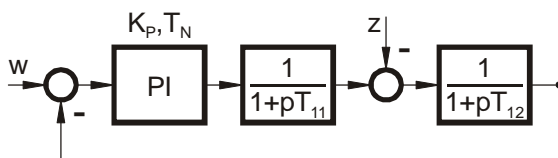
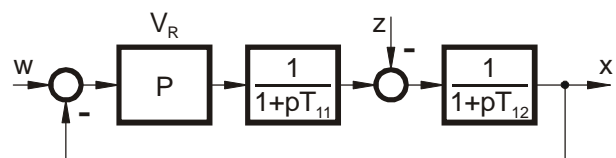
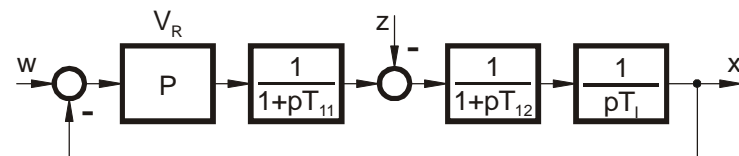

Bild 1
Bild 2
Bild 3
- Bestimmung der Regelverstärkung  $V_R$  für eine Phasenreserve von  $65,5^\circ$  für den Regelkreis nach Bild 2 in allgemeiner Form und Berechnung für die Parameter:
- Bestimmung der Regelverstärkung  $V_R$  für eine Phasenreserve von  $65,5^\circ$  für den Regelkreis nach Bild 3 in allgemeiner Form und Berechnung für die Parameter:
**Hinweis:** Die ermittelten Gleichungen zur Berechnung der Regelverstärkungen nach Bild 2 und Bild 3 werden für die Versuchsdurchführung benötigt!
Bestimmen Sie die bleibende Regelabweichung  $R_{1w}$  für die Regelkreise nach Bild 1 und 2 in allgemeiner Form.
Bestimmen Sie die bleibende Regelabweichung  $R_{1z}$  für die Regelkreise nach Bild 1 und Bild 3 in allgemeiner Form.
Untersuchung der Regelkreise nach Bild 1 mit  $K_P = 5$  und  $T_N = 100$  ms, und nach Bild 2 und Bild 3 mit den berechneten Werten  $V_R$  durch Aufschaltung der Führungsgröße  $w$  (Sprunghöhe 1 V) und Messung der Regelgröße  $x$
Untersuchung der Regelkreise nach Bild 1 mit  $K_P = 5$  und  $T_N = 100$  ms, und nach Bild 3 mit den berechneten Werten  $V_R$  durch Aufschaltung der Störgröße  $z$  (Sprunghöhe 1 V) und Messung der Regelgröße  $x$